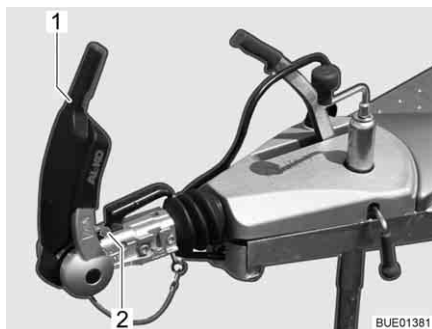

Fig. 208 Indicateur garnitures de friction avant et arrière
- Ouvrir la poignée de stabilisation (Fig. 208,1).
Le contrôle s'effectue au moyen de l'indicateur disposé en amont de la poignée d'attelage (Fig. 208,2).